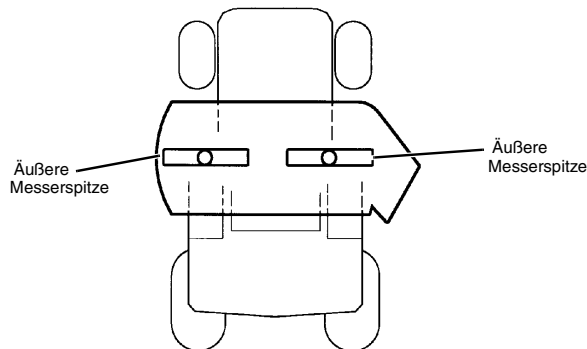

ABBILDUNG 30
- Höhe von der ebenen Oberfläche zur äußeren linken und rechten Messerspitze messen (siehe ABBILDUNG 30). Der Unterschied zwischen den Messungen sollte **6 mm** nicht überschreiten.